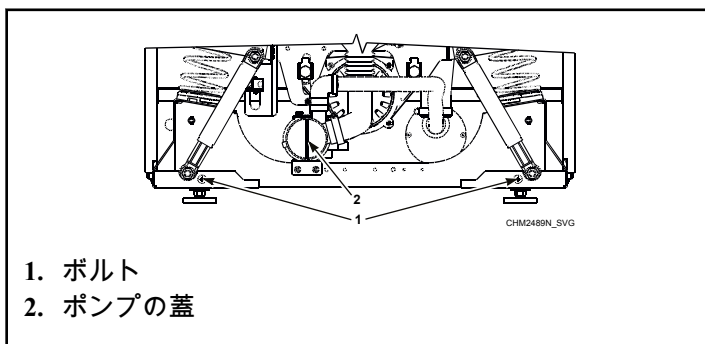

図 42
- c. ロック解除ボルトでキャビネットの前面パネルを取り外します。図42を参照してください。